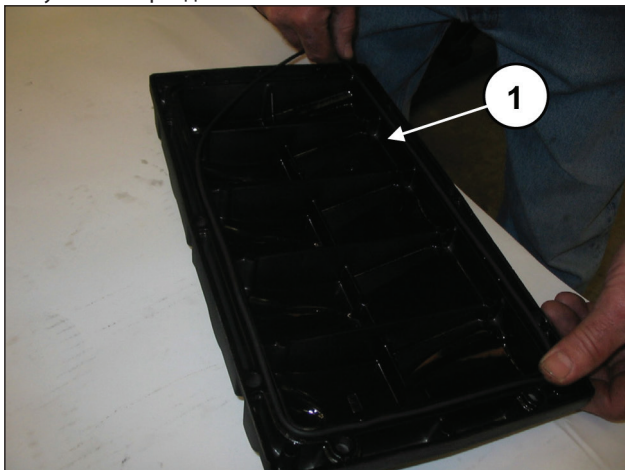
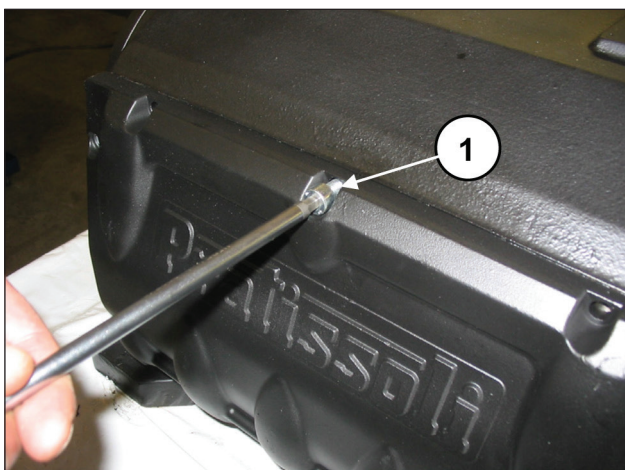

Рис. 84
Рис. 85
Вставьте уплотнительное кольцо в заднюю крышку (поз. ①, Рис. 84) и закрепите ее на картере с помощью 10 винтов M8x18 (поз. ①, Рис. 85). Откалибруйте винты динамометрическим ключом, как указано в разделе 3.